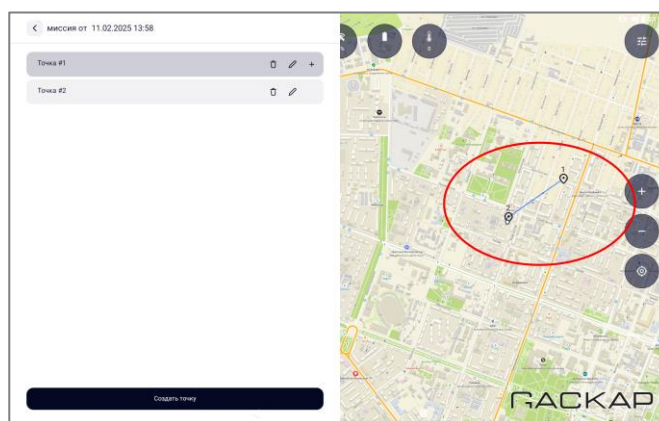

Рисунок 49
- убедиться, что миссия, состоящая из двух точек, отображается на карте местности (рисунок 49).